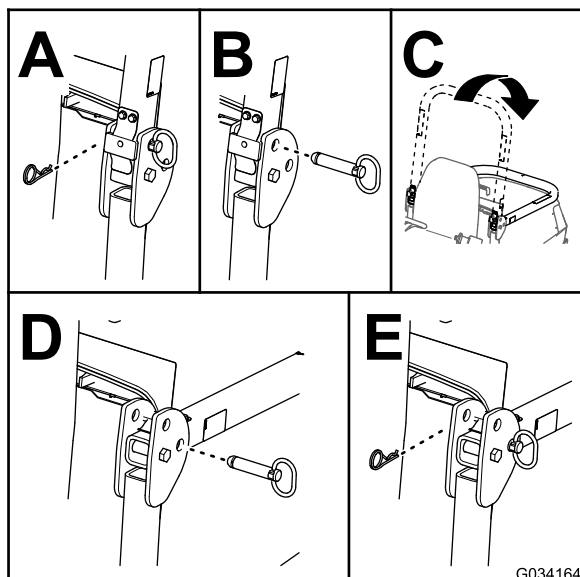

Bild 22
2. Nehmen Sie die Splinte und die Stifte vom Überrollbügel ab (Bild 22).
3. Klappen Sie den Überrollbügel nach unten und befestigen Sie diesen mit den Splinten und Stiften (Bild 22).